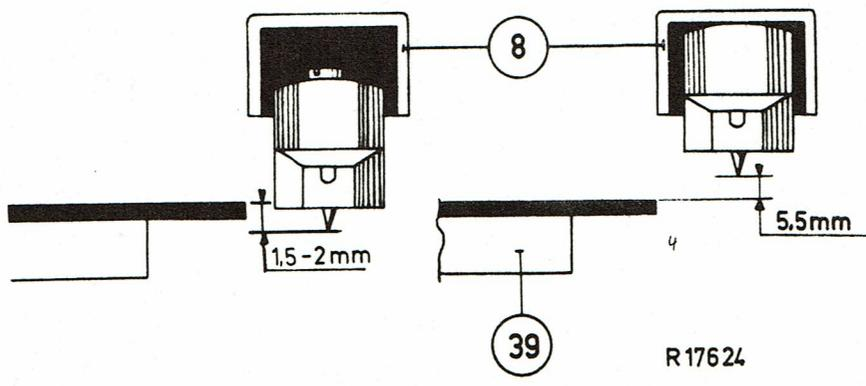

Fig.4
5. La distance de la pointe de l'aiguille jusqu'au disque, mesurée dans la position "déconnecté" de la goupille de contact 21f doit s'élever au moins à 5,5 mm (voir fig. 4).
7. La pointe de l'aiguille, en position "connecté" de la goupille de contact 21f (tête de p.u. vers le bas) doit venir 1,5 à 2 mm au dessous du côté supérieur du disque (voir fig. 4).